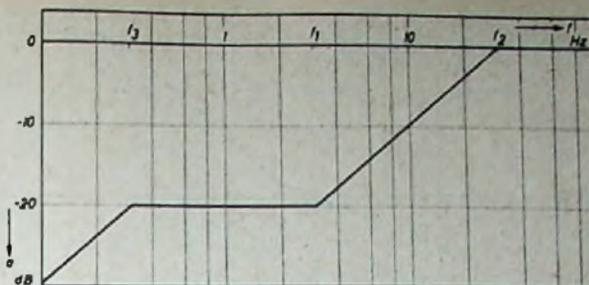

Bild 7. Amplitudencharakteristik mit Dämpfungsglied nach Bild 6
Für ein Beispiel seien folgende Werte der Schaltelemente gewählt: $R_1 = 5 \text{ M}\Omega$, $R_2 = 450 \text{ k}\Omega$, $C_1 = 0,106 \mu\text{F}$, $C_2 = 11,8 \text{ nF}$. Die sich mit diesen Werten aus (9) mit (10) ergebenden Amplituden- und Phasencharakteristiken sind im Bild 7 und 8 dargestellt. Charakteristisch für die Funktion dieser Schaltung in gegengekoppelten Verstärkern ist, daß die Phase in einem bestimmten Frequenzintervall die Tendenz hat, gegen Null zurückzukehren. Diese Phasenvordrehung ist im wesentlichen